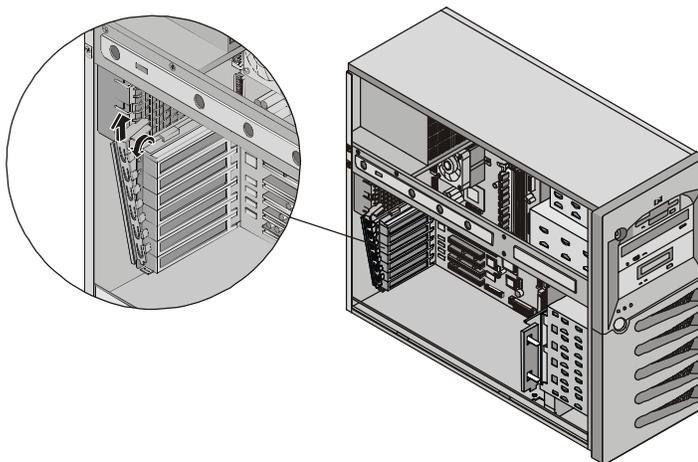

Figure 3-20. Retrait du loquet de verrouillage d'E-S
6. Retirez le loquet de verrouillage d'E-S. Voir Figure 3-20.